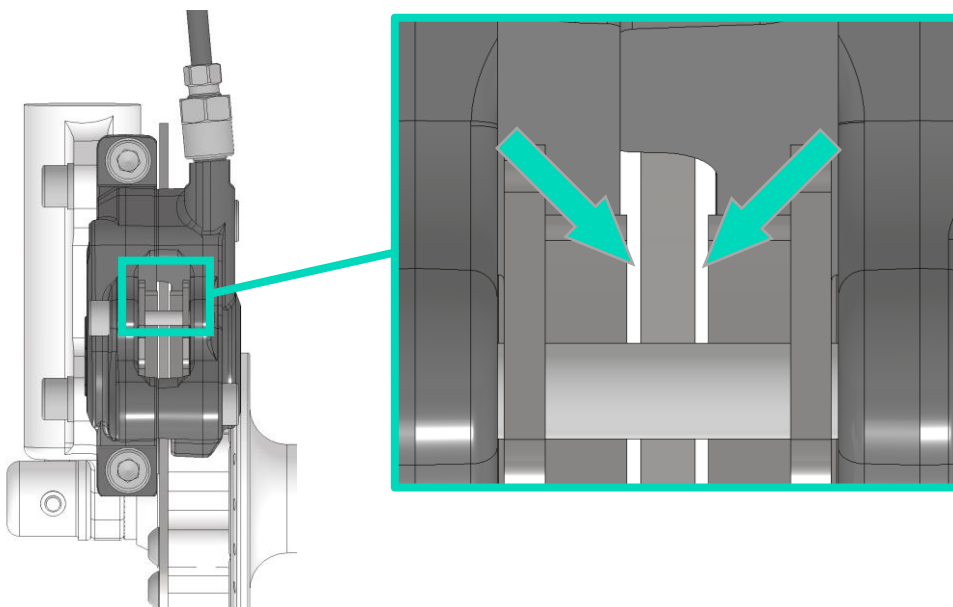

Abbildung 10 - gleichmäßiger Luftspalt zur Bremsscheibe
- Die Bremsbeläge sollten zur Bremsscheibe einen gleichmäßigen Luftspalt haben. (siehe Abbildung 10, S. 11)